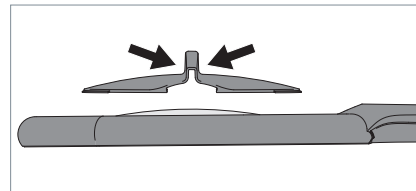

Fig. 3: Montaje de la cubierta de la lente.
- ▶ Apriete la cubierta de la lente por la parte de arriba, véase Fig. 3.